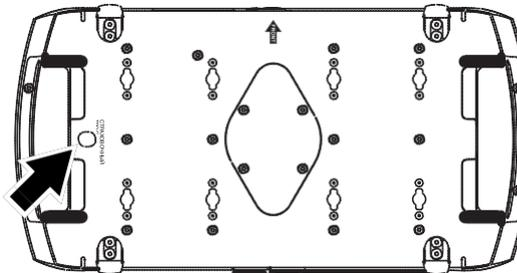

Рисунок 6: Точка крепления страховочного троса
5. См. рисунок 6. Установить страховочный трос, одобренный как страховочное крепление для веса устройства, обернув его петлей сквозь точку страховочного крепления (отмечена стрелкой) в нижней части основания и вокруг точки механической фиксации, так чтобы страховочное крепление могло поймать устройство в случае отказа основного.